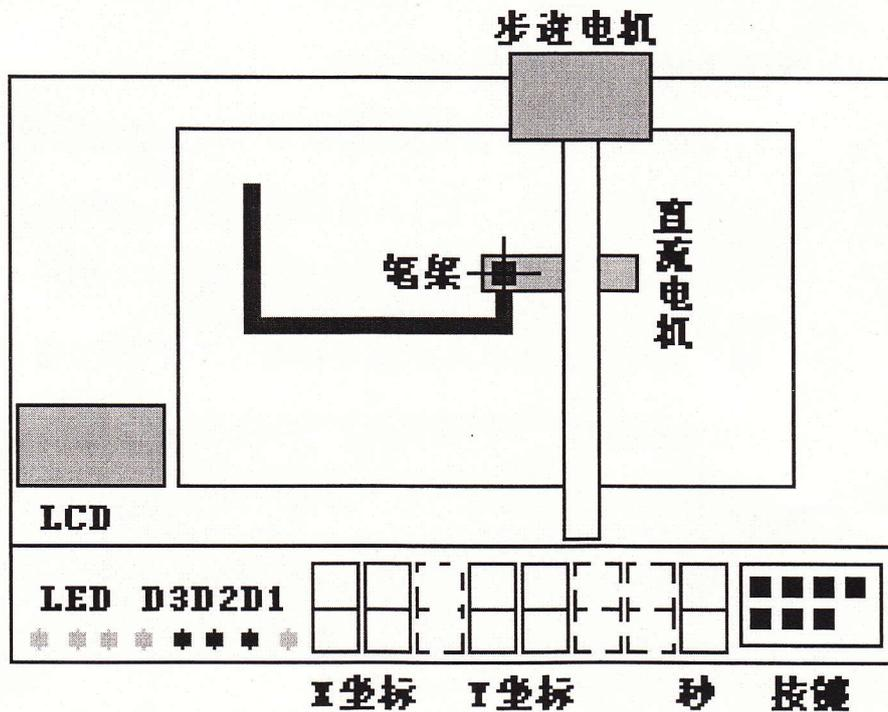

图1 绘图仪俯视效果图
- 1、绘图仪结构如图1。绘图笔固定在绘图仪的笔架上。笔架可以作X方向和Y方向运动。X方向运动由步进电机驱动，传动皮带指针指示X方向的坐标。Y方向运动由直流电机驱动，直流电机逆时针转表示Y坐标下移（Y坐标减小），直流电机顺时针转表示Y坐标上移（Y坐标增加）。Y坐标的移动距离由直流电机转动的的时间控制，运行速度为0.5cm/S。